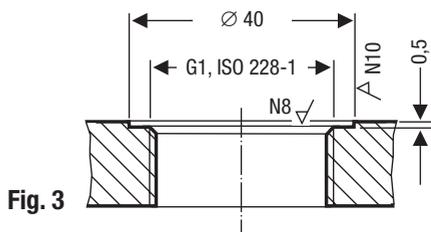

Fig. 3
- La superficie di tenuta sul tronchetto o sulla flangia deve essere lavorata in modo accurato come indicato in **Fig. 3.**
7. Controllare la superficie di tenuta. **Fig. 3**
8. Posizionare la guarnizione in dotazione **2** sulla sede della sonda o sulla flangia. **Fig. 3**